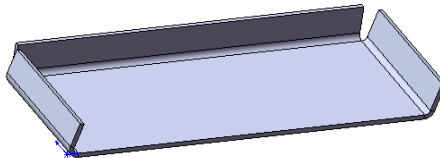

Рисунок 9.40 - Зігнутий стан деталі Перегородка
10. Закінчимо побудову ребер, нажавши кнопку **ОК**, у результаті одержимо зігнутий стан деталі Перегородка (рис. 9.40).